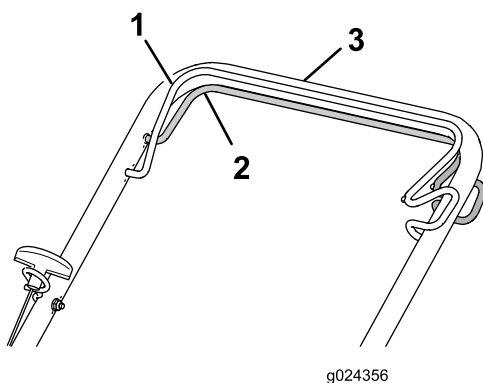

Figure 16
- **Pour engager l'autopropulsion :** serrez et maintenez la barre de commande d'autopropulsion contre le guidon (Figure 16).